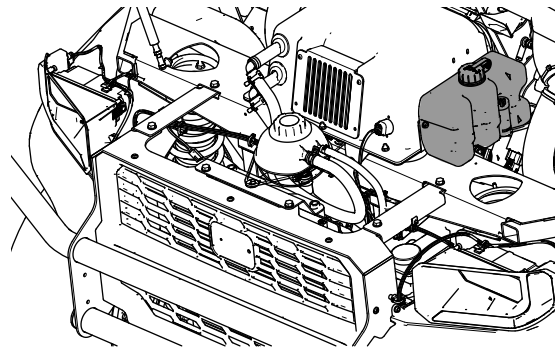

Figure 19
3. Si la machine est équipée du kit pare-brise en verre et essuie-glace, montez le réservoir de lave-glace sur le côté du boîtier de chauffage, comme montré à la Figure 19.